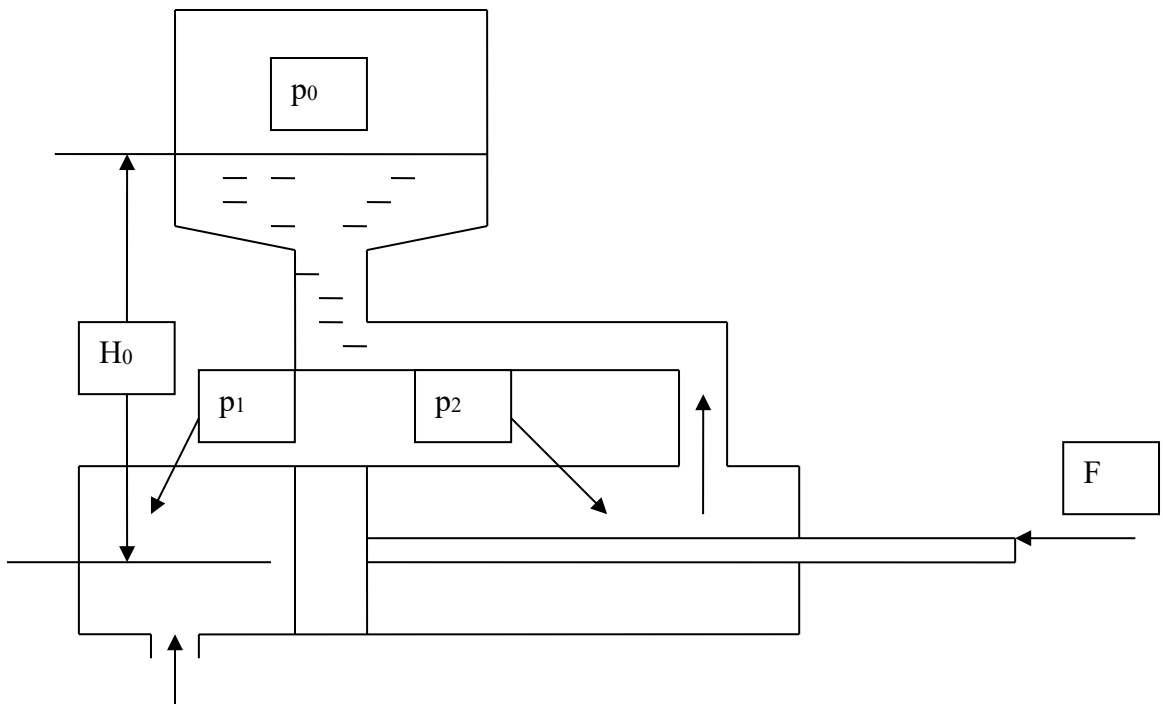

Рис. 3
**Задача 4.** Определить давление  $P_1$  жидкости, которое нужно подвести к гидроцилиндру, чтобы преодолеть усилие, направленное вдоль штока  $F = 1$  кН. Диаметры: цилиндра  $D = 50$  мм, штока  $d = 25$  мм. Давление в баке  $P_0 = 50$  кПа, высота  $H_0 = 5$  м. Силу трения не учитывать. Плотность жидкости  $\rho = 1000$  кг/м3. Рис. 3.